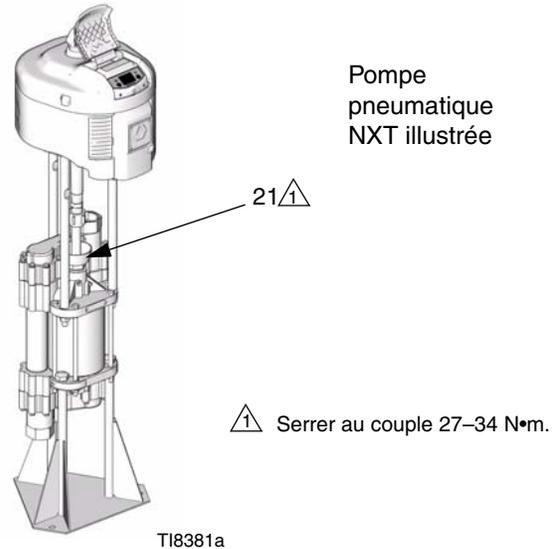

FIG. 5
Pour une garniture neuve, contrôler quotidiennement le serrage de l'écrou (21) pour quelques jours, puis une fois par semaine pendant le reste de la vie du presse-étoupe. L'écrou du presse-étoupe doit être suffisamment serré pour empêcher toute fuite, mais ne pas être serré plus fort. Voir FIG. 5.
Si la fuite au presse-étoupe paraît excessive, serrer l'écrou (21), voir FIG. 5. Si ceci ne résout pas le problème, remplacer la garniture ou la tige de piston ou les deux. Voir le manuel 312628.